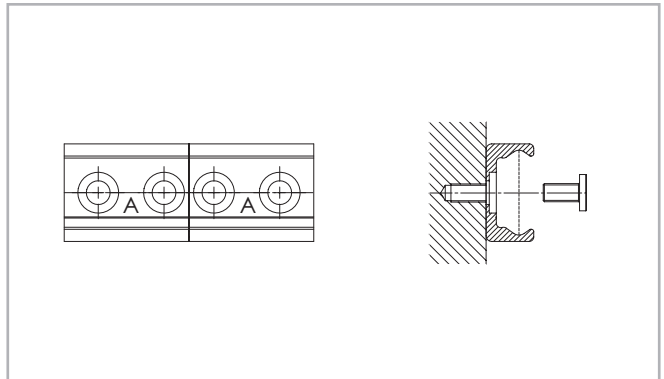

Fig. 170
(1) Realize a fixação de cada um dos guias sobre a superfície de montagem, apertando todos os parafusos, com exceção do último em cada uma das extremidades, respectivamente.
(2) Coloque os parafusos de fixação final no devido furo sem apertá-los demais (ver fig. 170).